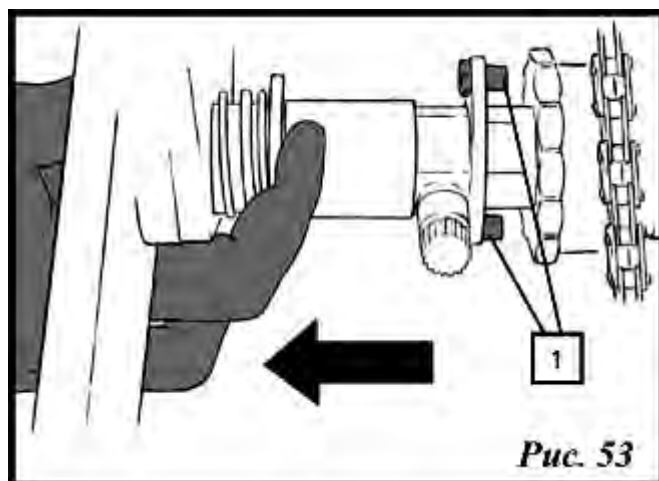

Рис. 53
- 2 - Болты (1, рис. 53) должны войти в зацепление. Если этого не произошло, следует опять сдвинуть муфту и повторить операцию.